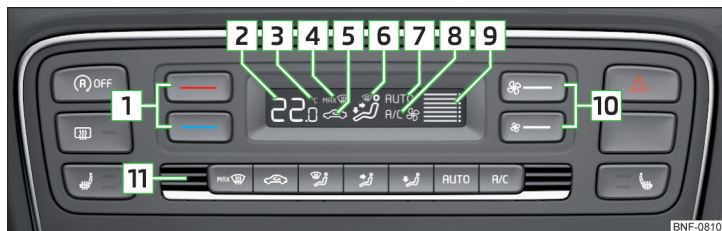

Рис. 88 Органи керування Climatronic
Окремі функції налаштовуються та вмикаються натисканням відповідної кнопки **» Рис. 88**. Якщо функцію ввімкнено, на дисплеї відображається відповідний символ.
Не закривайте датчик температури в салоні **11** **» Рис. 88** - це може негативно вплинути на роботу системи Climatronic.
- » Для ввімкнення** натисніть кнопку **AUTO**. На дисплеї відобразиться **AUTO** (поз. **7**) **» Рис. 88 на стор. 75**.